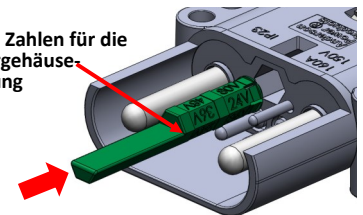

Abbildung 9 (Oberes Gehäuse zur Verdeutlichung entfernt)
- b. Den Stecker nach vorn drücken, wobei sichergestellt wird, dass der Stecker richtig ausgerichtet ist (Abbildung 9)